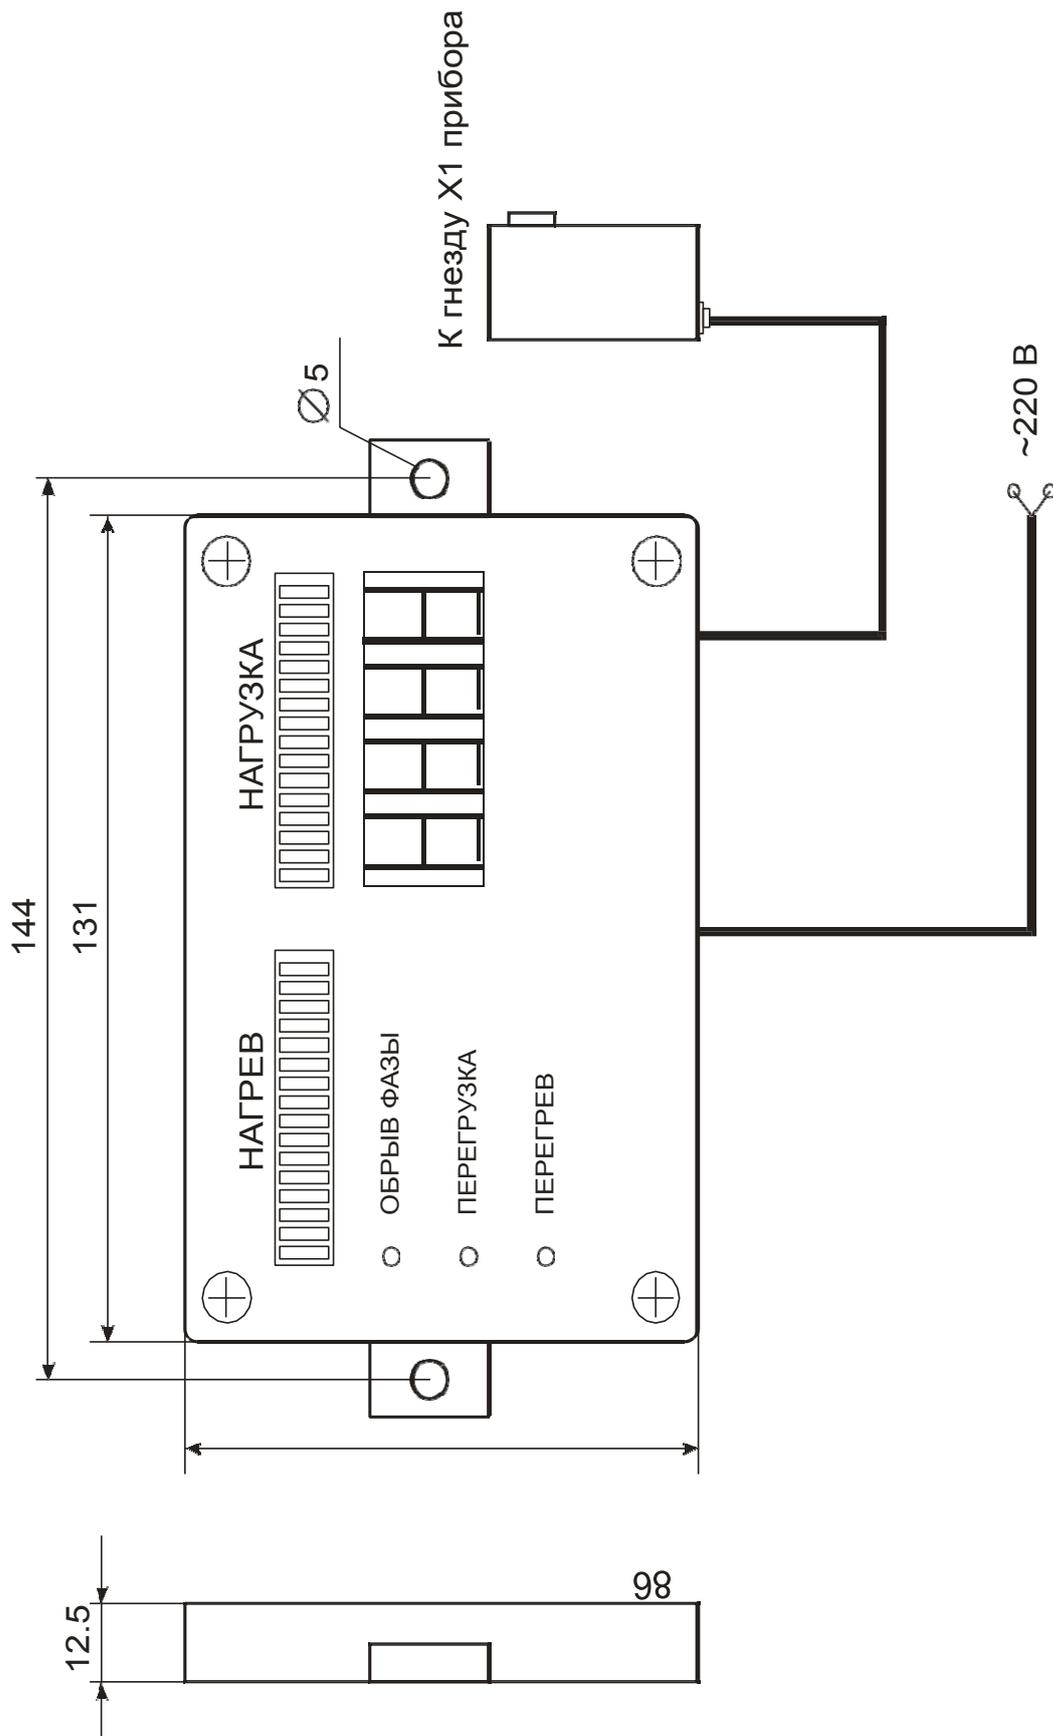

Рисунок 9 - внешний вид панели индикации ИС-7
5.18 Панель индикации ИС-7 (рис. 9) предназначена для стационарной установки на рабочем месте оператора для оперативного наблюдения за работой и состоянием контролируемого объекта.